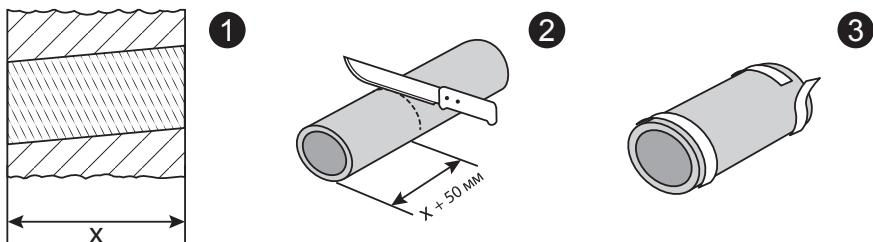

Рис.6. Подготовка тепло-шумоизоляционной трубы к установке в канал воздуховода.
- 4.6.11. Измерить глубину канала воздуховода в стене, используя рулетку. Подготовить тепло-шумоизоляционную трубу из вспененного полиэтилена длиной 50 мм + глубина канала воздуховода (рис. 6, изобр. 1,2). Использовать тепло-шумоизоляционные трубы марки ТИЛИТ Супер (либо аналог), с внешним диаметром 133 мм и толщиной стенки 20 мм.
Если требования не были выполнены (например, внешний диаметр трубы меньше заявленного производителем), то после извлечения трубы из канала воздуховода необходимо отступить от каждого из концов трубы по 30 мм и наклеить в этом месте уплотнитель EPDM 2x20 на самоклеющейся основе (рис. 6, изобр. 3).